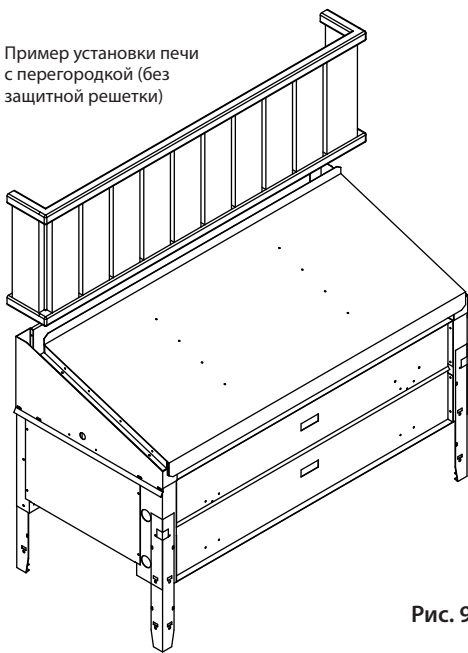

Рис. 9
13.1 Замена нагр. элементов (рис. 9)